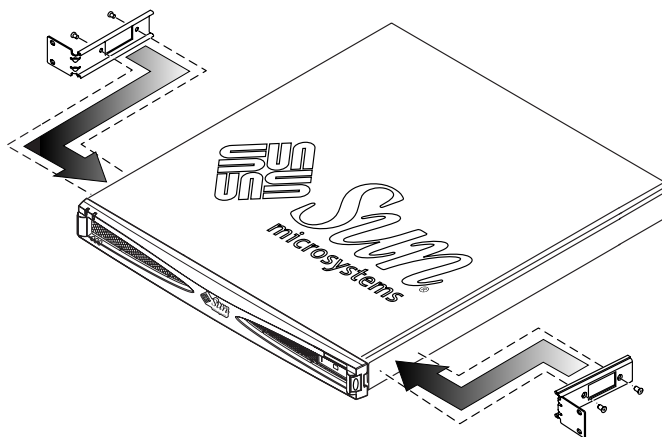
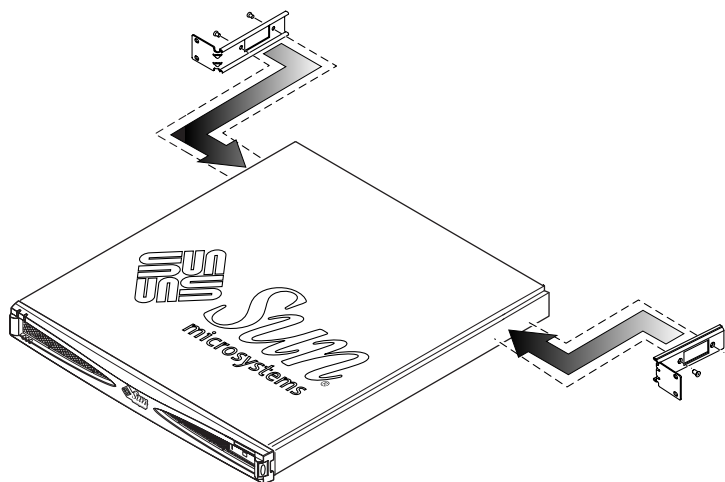

BILD 3-9 Ansluta rackmonteringskonsolen på framsidan
BILD 3-10 Ansluta rackmonteringskonsolen på baksidan
1. Anslut de två fasta konsolerna antingen till det andra och det tredje gängskruvade hålet på systemets framsida (se BILD 3-9) eller till de gängskruvade hålen på systemets baksida (se BILD 3-10).